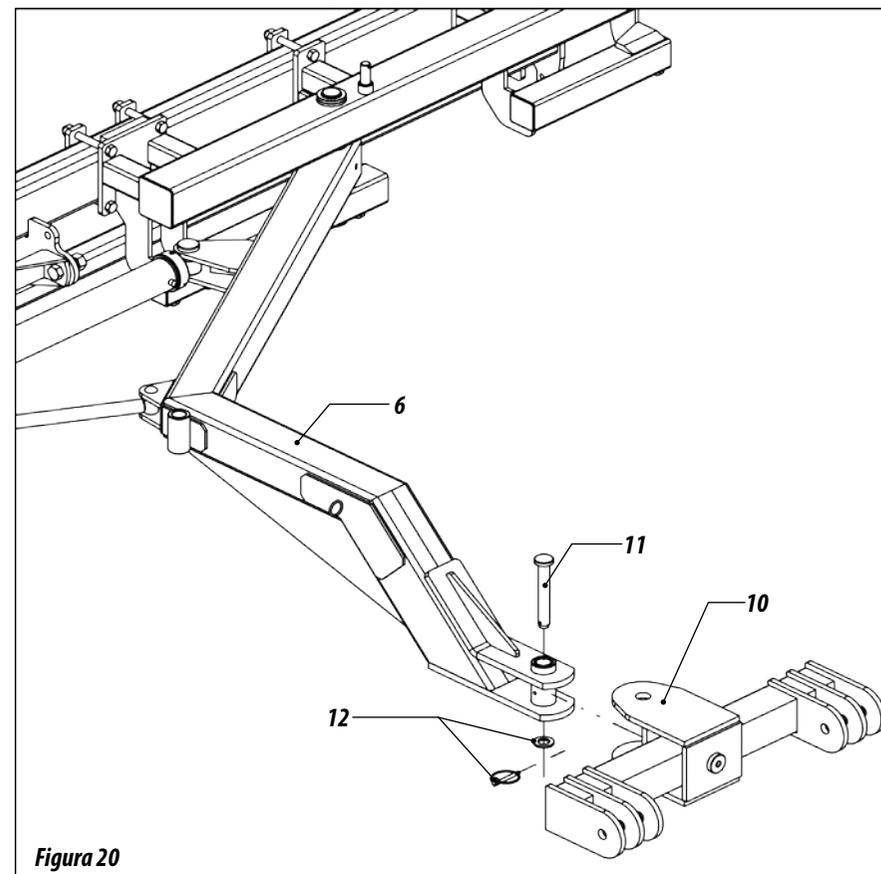

Figura 20
34 - Fije el armazón lateral (1) en el armazón frontal (2) a través del perno (3) y tranca (4). FIGURA 20.